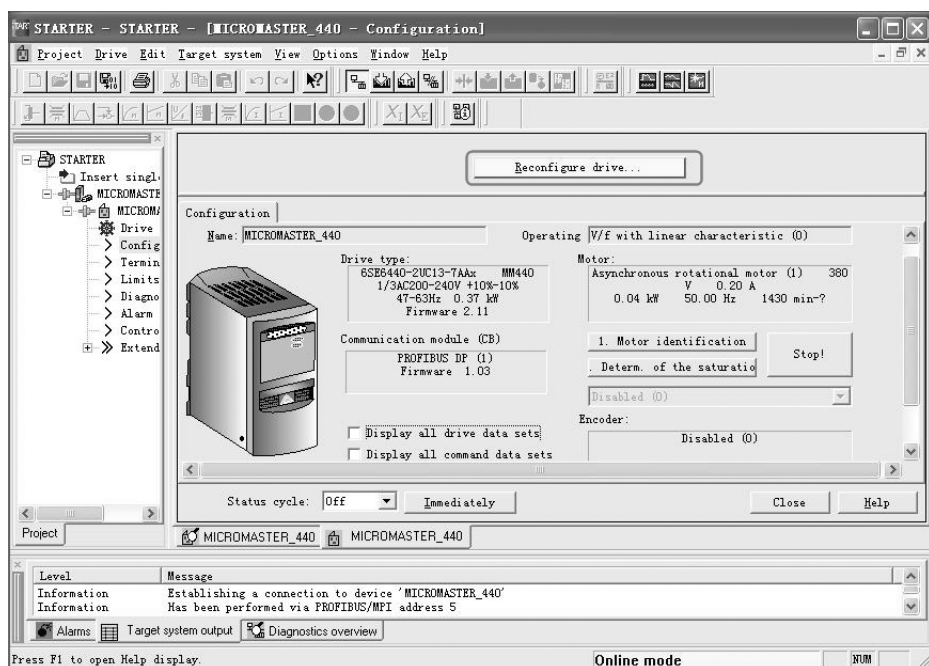
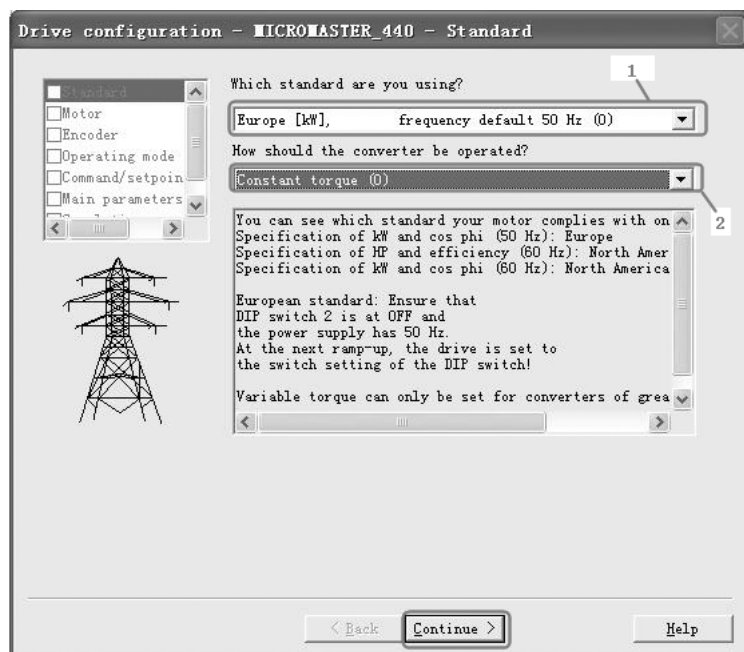

图 11-66 重新配置参数
图 11-67 电网标准和负载类型选择
1) 电网标准和负载类型选择。单击“Reconfigure drive”（重新配置驱动）按钮，如图 11-66 所示。如图 11-67 所示，在“1”处，选择工作地区电网标准，本例选择是欧洲标准。在“2”处，选择应用对象类型，即负载类型，本例选择“Constant torque”（恒扭矩）。